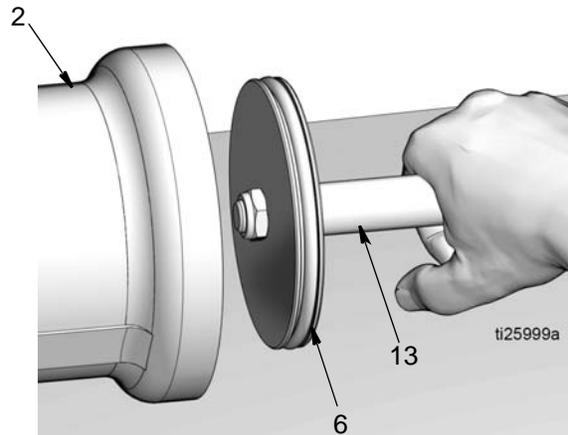

图 18
15. 活塞杆 (13) 和活塞 (6)
- a. 将活塞杆 (13) 和活塞 (6) 拉出气缸 (2) (图 18)。